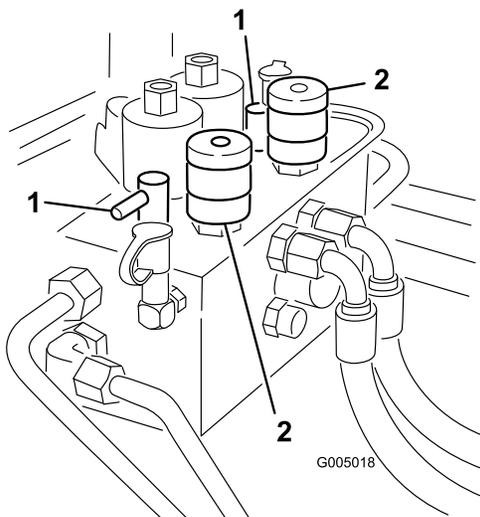

Figure 85
3. Localisez les boutons de sélection de vitesse des cylindres et les boutons de rodage (Figure 85). Tournez le(s) bouton(s) voulu(s) à la position de rodage et le(s) bouton(s) de sélection de vitesse des cylindres à la position 1.